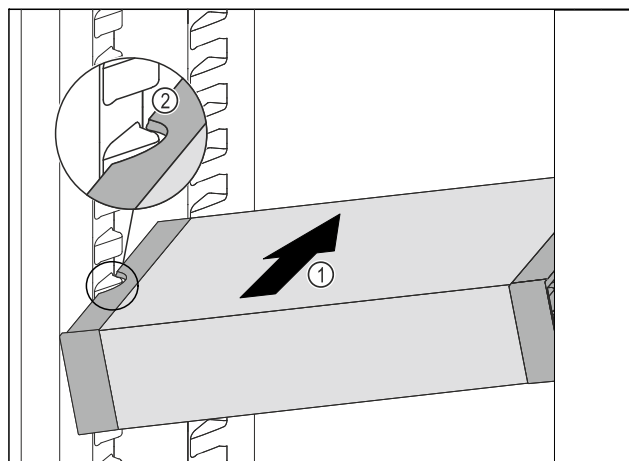

Fig. 76
- ▶ Двигайте VarioSafe под наклоном в холодильное отделение Fig. 76 (1), пока боковые выемки Fig. 76 (2) VarioSafe не окажутся на высоте выступа резервуара в холодильном отделении.